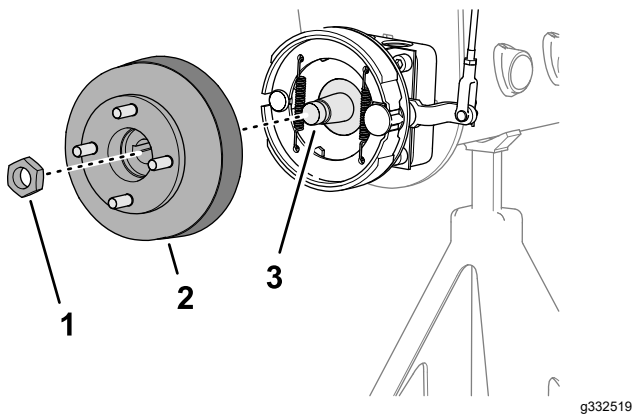
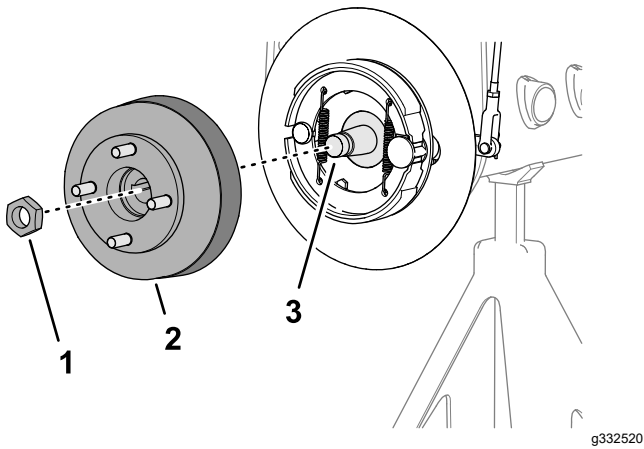

图 73
图 74
3. 将轮毂和制动鼓组装到车轮马达轴上图 73 或图 74。
4. 用锁紧螺母将轮毂固定到轴上 图 73或 图 74 并用手拧紧。